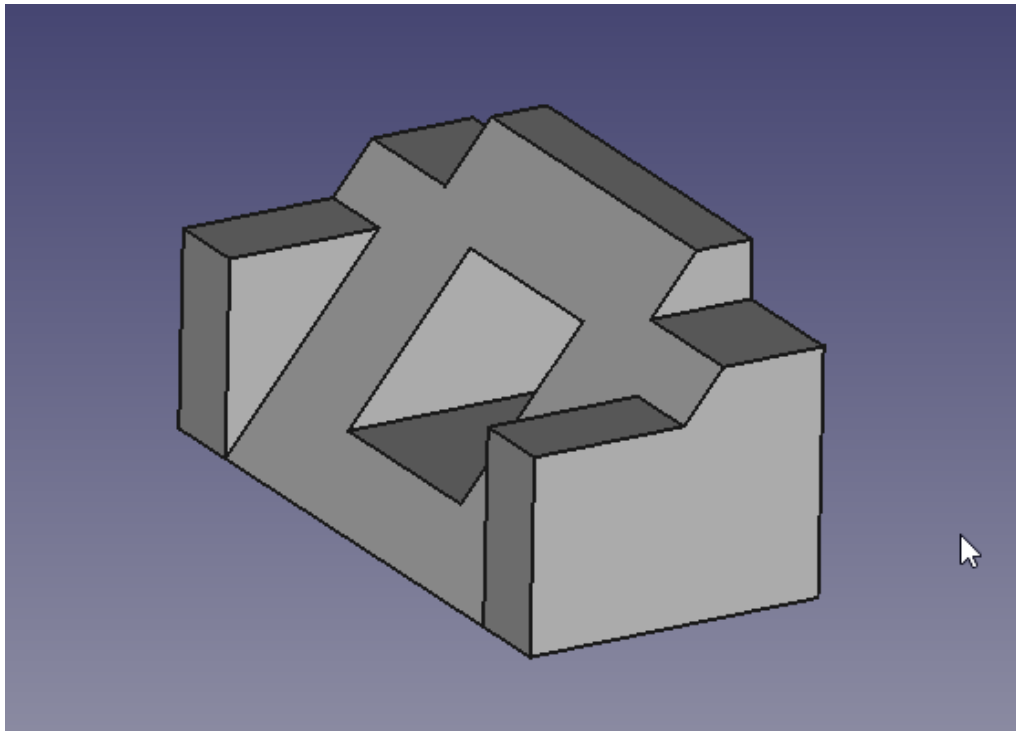

Рисунок 44 – Остаточна модель деталі
1. Створіть остаточну модель деталі (рисунок 44);